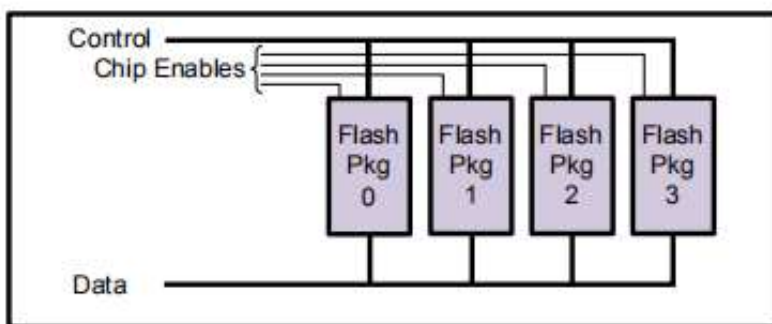

Figure 4: Shared bus gang
1. 如图4所示。数据和控制线是共享的， **Chip Enables**用来为每个命令选择一个target（也就是图中的Flash pkg 0~4）